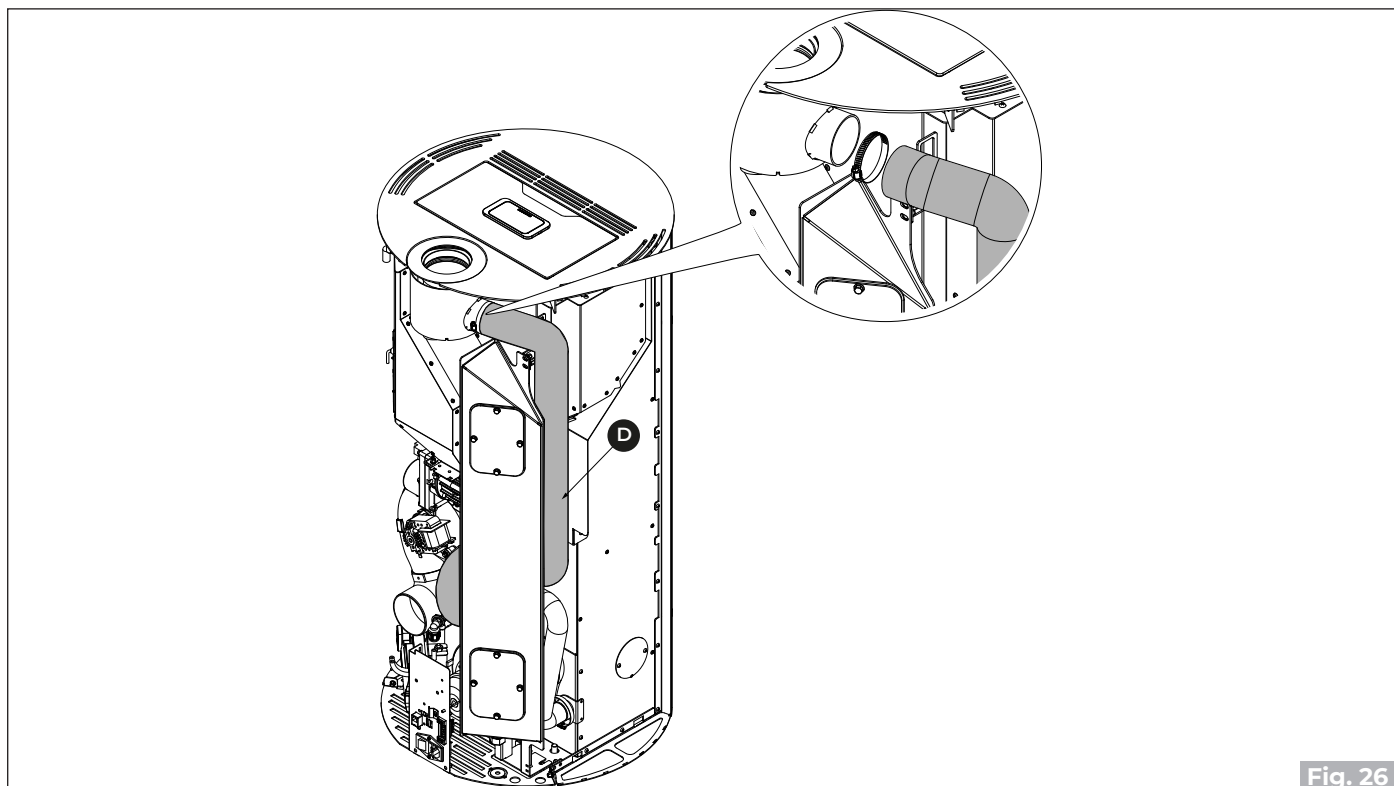

Fig. 26
- Odklopite cev za zgorevalni zrak **(D)** v zgornjem delu ("Fig. 26").